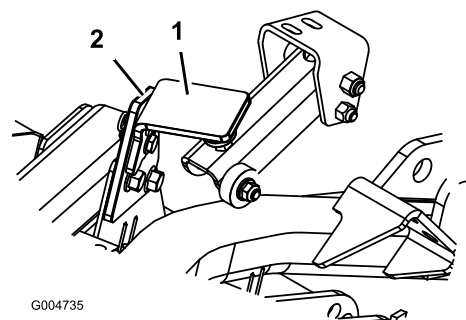

Figura 76
2. Togliete la coppiglia ed il perno con testa che fissano il fermo di trasferimento dell'apparato di taglio al piastrino del fermo (Figura 76). Girate il fermo verso il retro dell'apparato di taglio.